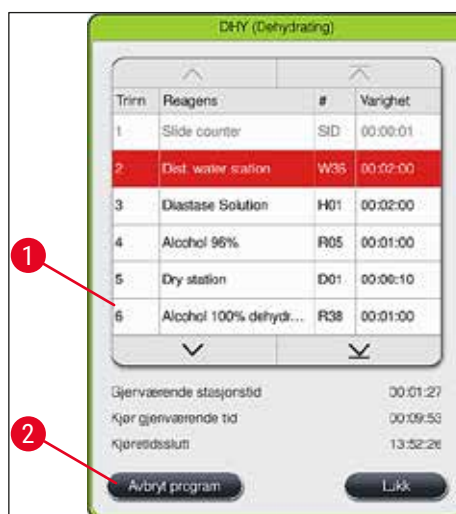

Fig. 92
2. En liste over programtrinn (→ "Fig. 92") vises. Det gjeldende trinnet er merket med rødt (→ "Fig. 92-1").